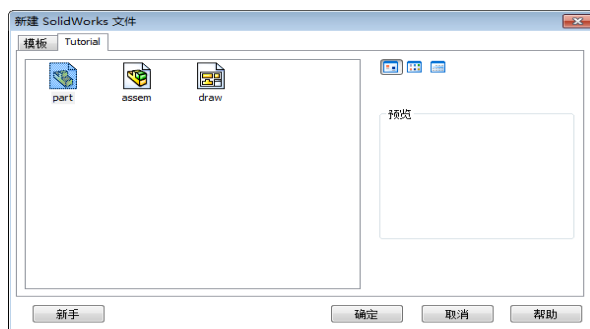

图 1-3 “新建 SolidWorks 文件”对话框
(1) 执行命令。执行“文件”→“新建”菜单命令，或者单击“快速”工具栏中的“新建”图标按钮, 执行新建文件命令。
(2) 选择文件类型。此时系统弹出如图 1-3 所示的“新建 SolidWorks 文件”对话框。在该对话框中有零件、装配体及工程图三个图标。单击对话框中需要创建文件类型的图标，然后单击“确定”按钮，就可以建立相应类型的文件。
高级版本在各个标签上显示模板图标的对话框，当选择某一文件类型时，模板预览出现在预览框中。在该版本中，用户可以保存模板添加自己的标签，也可以选择 tutorial 标签来访问指导教程模板，如图 1-3 所示。
单击图 1-3 中的“新手”按钮就会进入新手版本显示模式，如图 1-4 所示。该版本中使用较简单的对话框，提供零件、装配体和工程图文档的说明。